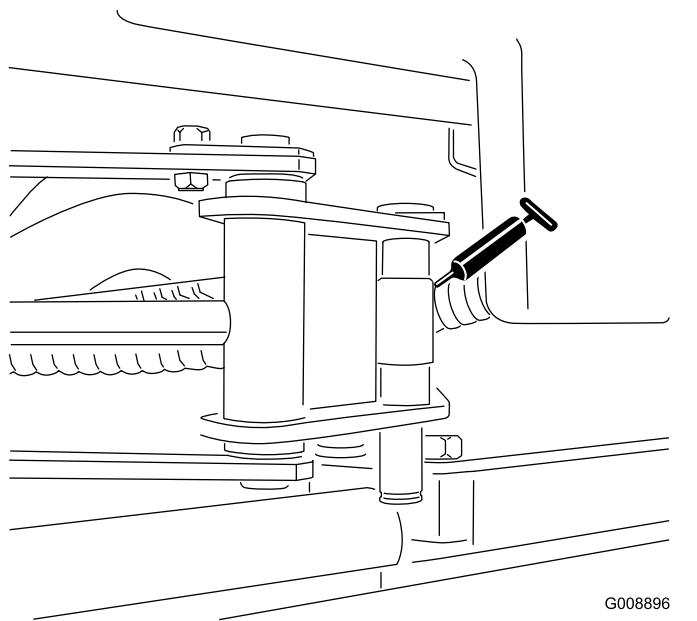

Figura 62
- Estremità del cilindro SideWinder (2 raccordi; solo modello 03171 – Figura 62)